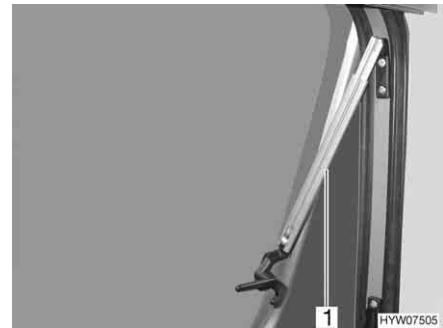

Fig. 28 Finestra apribile, aperta
■ Aprire la finestra apribile fino al punto di arresto desiderato. Il deflettore automatico (Fig. 28,1) si innesta automaticamente in posizione.